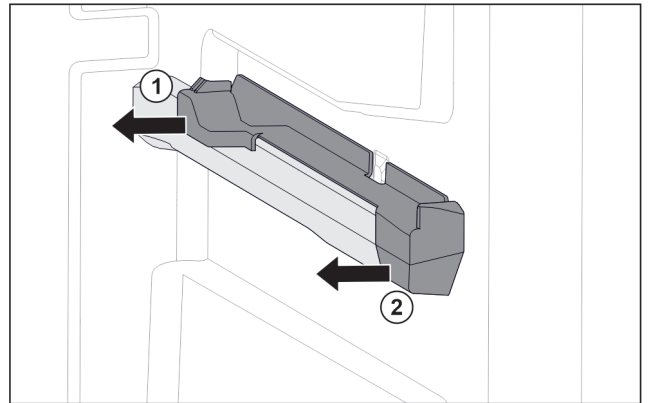

Fig. 107 Oikeanpuoleisen kannattimen kiinnitysosa
- ▶ Vedä kiinnitysosa takaa sivuun. Fig. 107 (1)
- ▶ Vedä kiinnitysosa edestä sivuun. Fig. 107 (2)